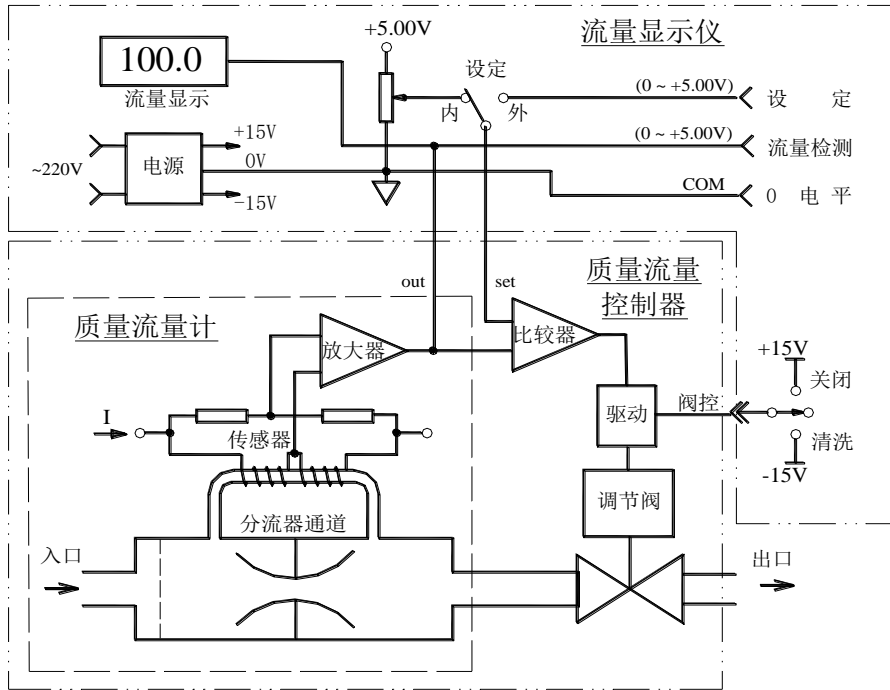
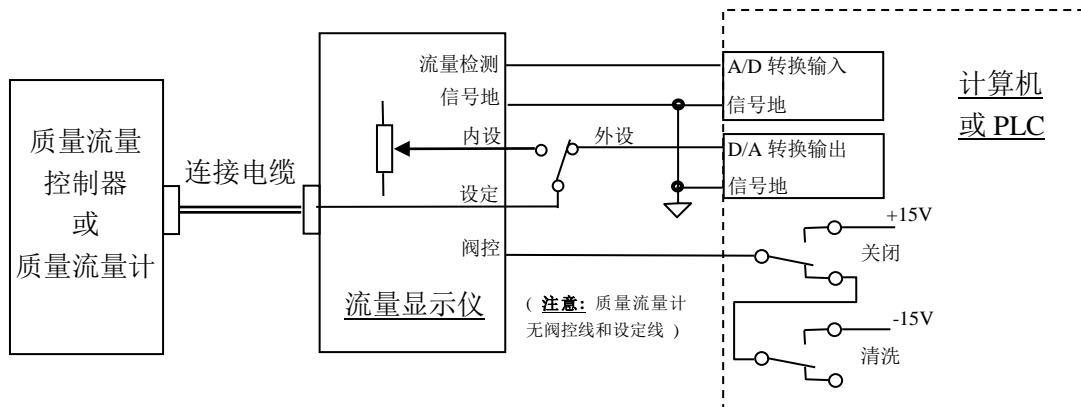
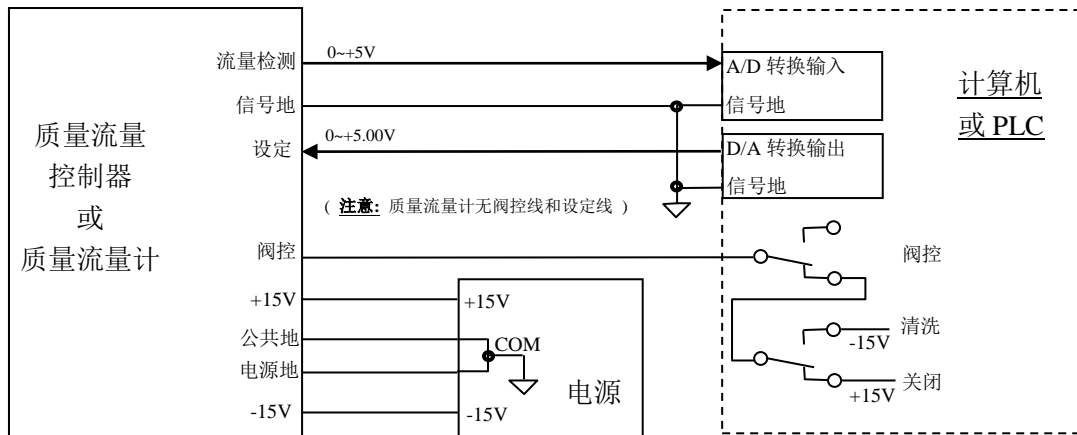

图 3. D07-9E 型质量流量控制器原理图
图 12. 通过流量显示仪与计算机的连接
图 13. 直接与计算机连接的接线方法
流量传感器采用毛细管传热温差量热法原理测量气体的质量流量(无需温度压力补偿)。将传感器加热电桥测得的流量信号送入放大器放大，放大后的流量检测电压与设定电压进行比较，再将差值信号放大后去控制调节阀门，闭环控制流过通道的流量使之与设定的流量相等。分流器决定主通道的流量。与之配套的 D08 系列流量显示仪上设置有稳压电源, 3 位半数字电压表, 设定电位器, 外设、内设转换和三位阀控开关等。本控制器与流量显示仪连接后的工作原理如图 3 所示。
9E 型 MFC 的 “T 式” 接线产品（见图 12）能直接替换原 Tylan FC2900 系列产品，但也要注意插头上的 “3 --外调零” 和 “13 --阀控” 端应无引线，或将其断开。
a. 通过流量显示仪与计算机(或其它外部信号)的连接方法，见图 12。
b. 流量计直接与计算机连接的接线方法, 见图 13。
参照图 3 和图 12，先将将显示仪上的设定开关打到“外设”位，将阀控开关置于“阀控”位，再启动计算机程序进行工作。
参照图 3 和图 13，在流量计预热稳定以后，即可启动程序进行工作。
当阀开关置于阀控位时，用户也可通过外控信号插座上的“阀控”线控制阀门，(参照图 3 和图 12)，当阀控线接+15V 时，阀门关闭；当阀控线接-15V 时，阀门开到最大，处于清洗状态；当阀控线悬空时，阀门处于自动控制状态。